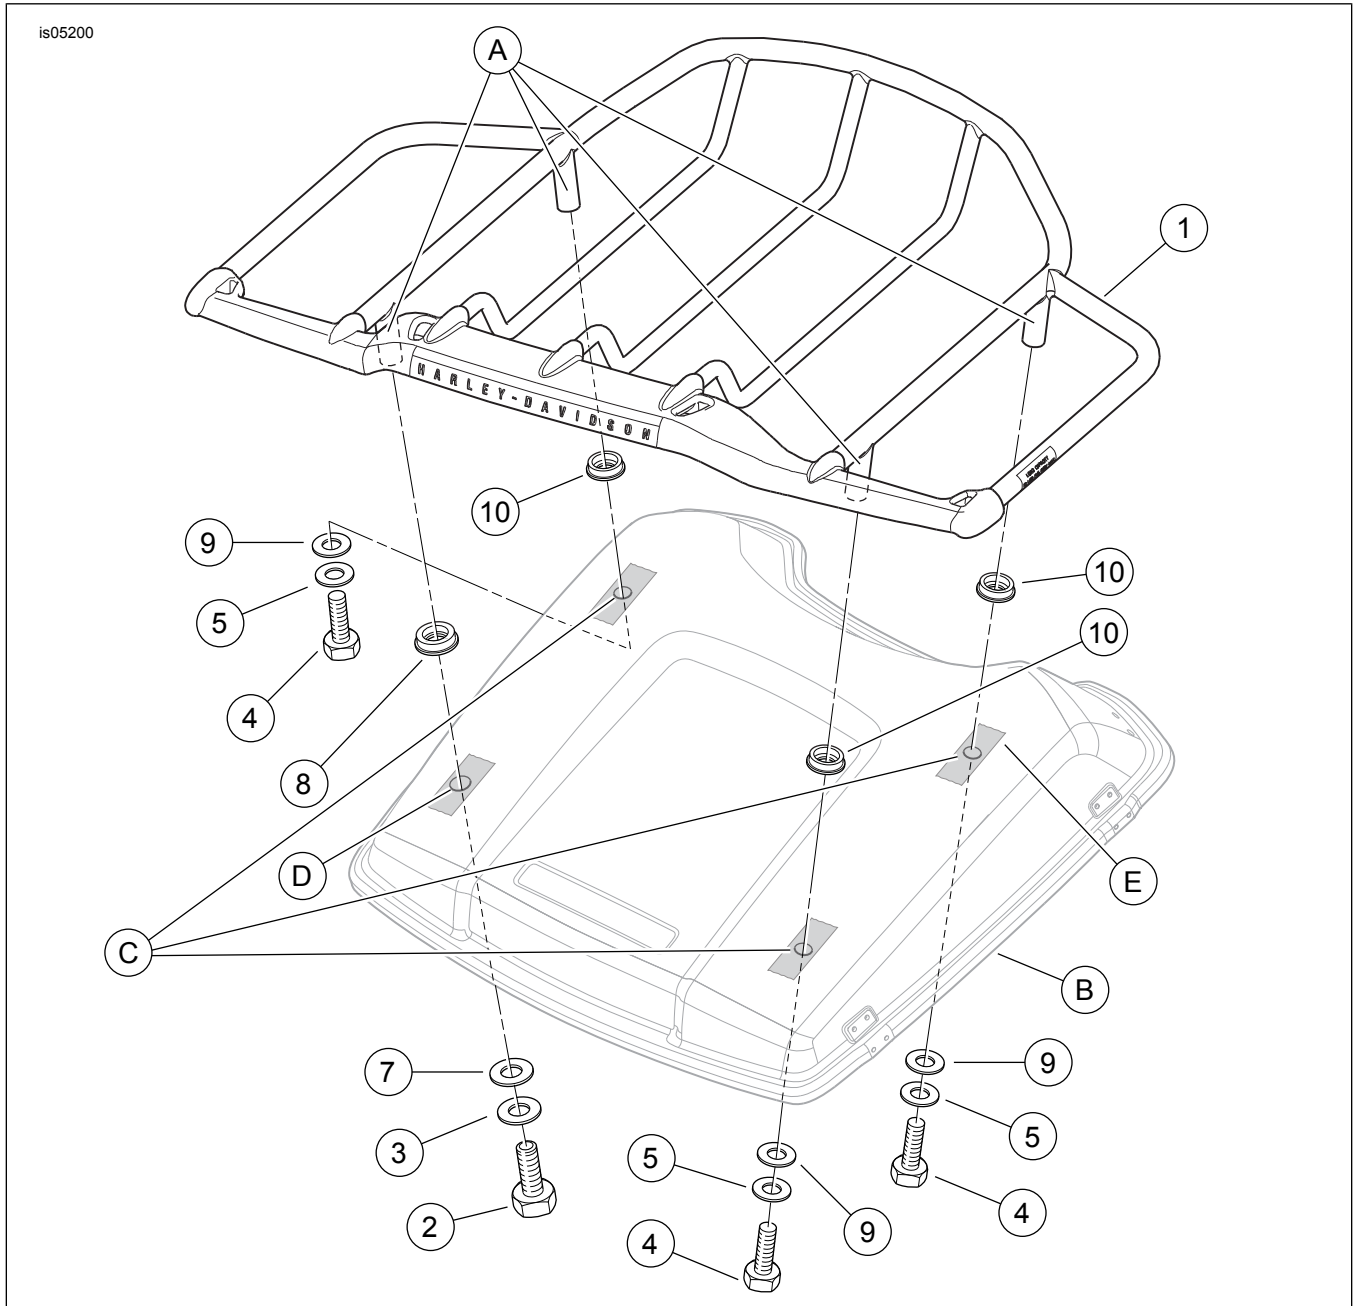

Figura 1. Piezas de servicio: rejilla para la tapa Air Wing del Tour-Pak
Vea Figura 1 y Tabla 1.
2. Vea Figura 1. Deslice la almohadilla de montaje con el **diámetro más grande** (8) sobre la pata trasera izquierda. Deslice las tres almohadillas de montaje con el **diámetro más pequeño** (10) sobre cada una de las patas de montaje restantes (A). Con el nombre Harley-Davidson orientado hacia atrás, coloque la rejilla sobre la tapa del Tour-Pak en el lugar deseado.